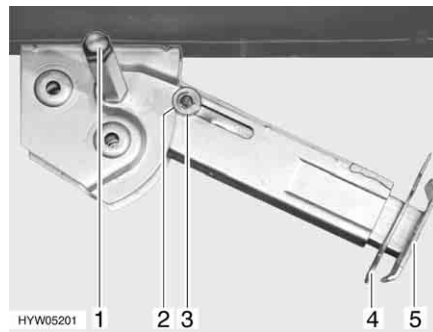

Fig. 37 Piedino di stazionamento
- Inserire la chiave a tubo nell'esagonale (Fig. 37,1) e ruotare fino a quando il piedino di stazionamento non si trova in posizione verticale verso il basso.
- Estrarre la copiglia (Fig. 37,4) dal prolungamento dell'estremità del piedino (Fig. 37,5).
- Inserire la chiave a tubo nell'esagonale (Fig. 37,1) e ruotare fino a quando il piedino di stazionamento non si stacca dal terreno.
- Spingere completamente all'interno il prolungamento dell'estremità del piedino (Fig. 37,5) e inserire la copiglia (Fig. 37,4) nel foro apposito.
- Ruotare la chiave a tubo nell'esagonale (Fig. 37,1), fino a quando il piedino di stazionamento non è sollevato verso l'alto e la guida (Fig. 37,3) è rientrata totalmente nell'intaglio (Fig. 37,2).